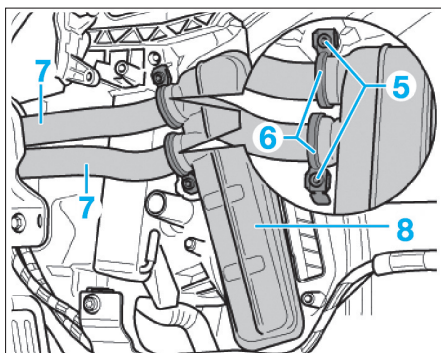

Fig. 21
- Déposer les vis (5), retirer les colliers (6) (Fig.21).